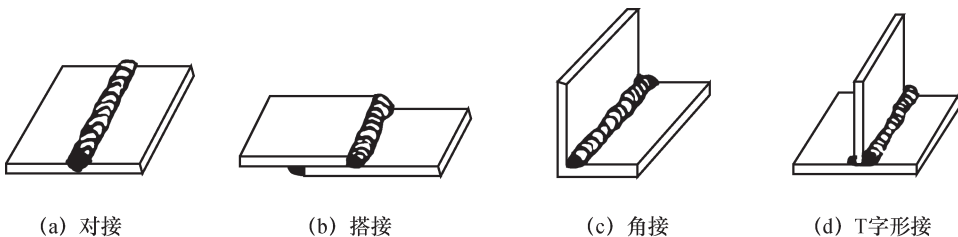

图 1-26 电弧焊常用的接头形式
①焊芯:用来传导电流并作为填充金属。焊芯的直径即是焊条的直径,常用焊芯的直径有 3.2 mm、4 mm、5 mm 三种。
②药皮:其作用是稳定电弧,形成保护层,防止空气进入焊缝,除去氧、硫、磷等有害元素,并使锰、钛、铬等金属元素渗入焊缝,以提高其强度。
①接头形式:常用的接头形式有对接、搭接、角接和 T 字形接等(图 1-26)。接头形式应根据焊件厚度、结构形式和强度要求进行选择。由于电弧熔化金属的深度只有 3~4 mm,因此较厚的焊件必须开坡口才能焊透。